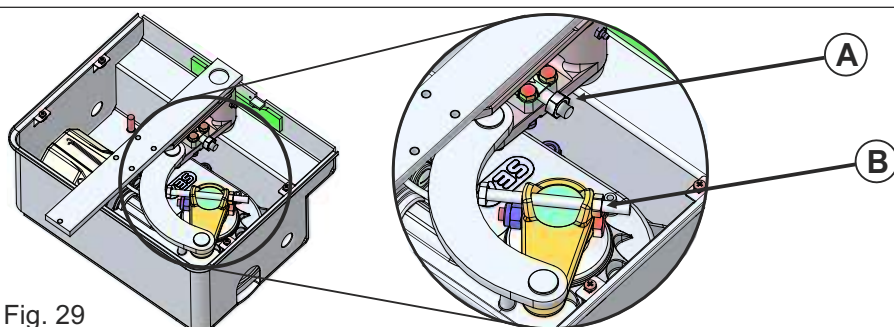

Fig. 29
**7.1. FIN DE COURSE OUVERTURE:** Pour régler le fin de course d'ouverture, amener les vantaux en position complètement ouverte et agir sur la vis «A» en augmentant ou diminuant le serrage à l'aide du boulon (Fig. 29)
**7.2. FIN DE COURSE FERMETURE:** Pour régler le fin de course de fermeture, amener les vantaux en position complètement fermé et agir sur la vis «B» en augmentant ou diminuant le serrage à l'aide du boulon (Fig. 29)